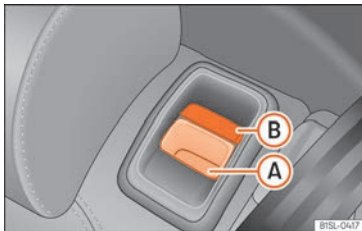

Abb. 93 Rücksitz: Entriegelungstaste (A); rote Markierung (B).
- Entriegelungstaste » Abb. 93 (A) nach vorn ziehen und gleichzeitig die Rücksitzlehne vorklappen.
- Die Rücksitzlehne ist entriegelt, wenn eine rote Markierung an der Taste (B) zu sehen ist.